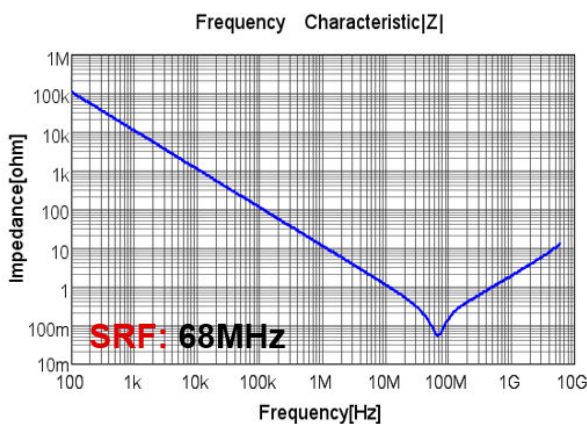

图 2-9. 0402 15nF - 阻抗与频率间的关系
- 高频去耦电容器必须尽可能靠近输入输出引脚放置。0402 电容器外壳尺寸可提供超低的 ESL 和最高的自谐振频率 (SRF)，从而在 64MHz 基础开关频率下实现低阻抗。为实现最低阻抗，选择了 15nF 容值。阻抗与频率关系图如图 2-9 所示。